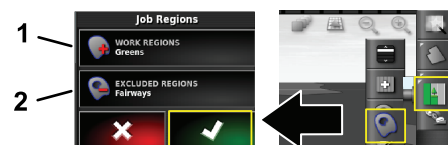

Figure 10
5. Sélectionnez la zone de pulvérisation (Figure 10) (par ex. fairways, greens, départs, etc.).
6. Sélectionnez la ou les zones d'exclusion qui ne seront pas pulvérisées (bunkers, arbres, zones dangereuses, etc.), comme montré à la Figure 10.